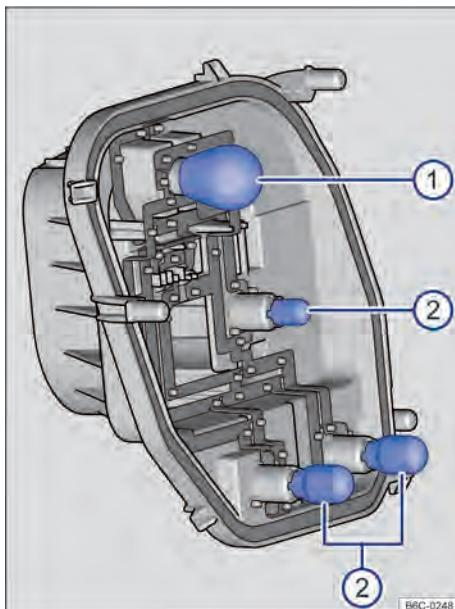

Fig. 169 Lanterna traseira: remover as lâmpadas
- ⑩ Remover o suporte das lâmpadas cuidadosamente.
- 11) Para remover as lâmpadas incandescentes queimadas: → **Fig. 169** ① pressionar a lâmpada contra o alojamento e girar no sentido anti-horário. ② puxar a lâmpada no sentido contrário ao alojamento.
- 13) Para inserir as novas lâmpadas no suporte das lâmpadas, introduza a nova lâmpada no respectivo alojamento: → **Fig. 169** ① pressionar a lâmpada e girar no sentido horário até o batente. ② pressionar a lâmpada no sentido do alojamento até o batente.